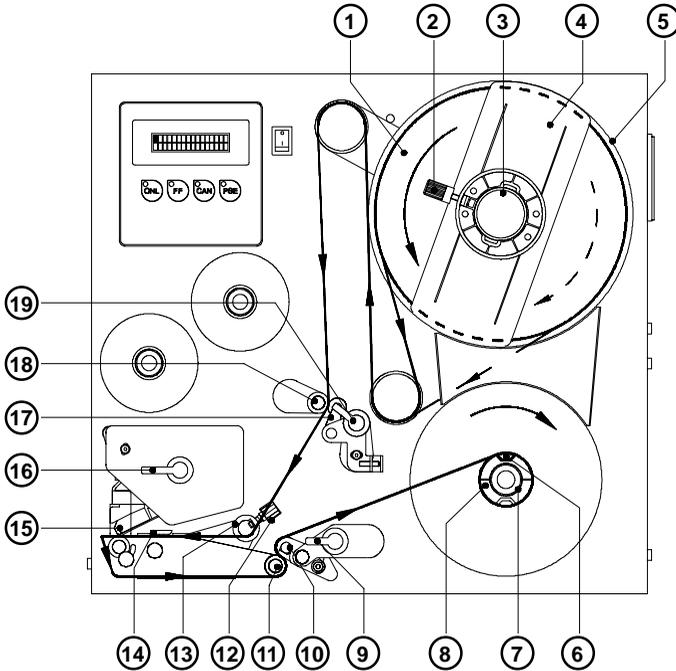

Bild 6b Einlegen der Etiketten Hermes 4N/5N
5. Etikettenstreifen von der Rolle abwickeln und gemäß Bild 6b zunächst bis zum Druckkopf (15) einlegen.
6. Etikettenstreifen so weit aus dem Drucker herausführen, dass der Streifen beim weiteren Einlegen bis zum Aufwickler Trägerband reicht. Alle Etiketten auf diesem Stück vom Trägerband entfernen. Streifen gemäß Bild 6b weiter bis zum Aufwickler Trägerband (8) führen.
7. Streifen unter den Klemmen (6) des Aufwicklers bis zum Wickelteller schieben. Aufwickler festhalten und Rändelknopf (7) im Uhrzeigersinn drehen. Dadurch wird der Etikettenstreifen am Aufwickler festgeklemmt.
9. Führung (13) gegen die Außenkante des Etikettenstreifens schieben und Feststellschraube (12) anziehen.
10. Alle Hebel (9, 19 und 16) bis zum Anschlag entgegen dem Uhrzeigersinn schwenken und dadurch Transportsystem (10,11) und Rückzugsystem (17,18) schließen sowie Druckkopf (15) verriegeln.